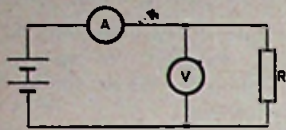

Fig.7
② De schema's van fig. 7 en 8 geven twee mogelijkheden aan om een weerstand R te meten, n.l. door spanning en stroom te meten en de afgelezen waarden op elkaar te delen. De spanningsbron is een accu van 4
- Volgens fig. 7 meet men met de stroommeter niet alleen de stroom door R, maar ook de stroom door de voltmeter. De weerstand van deze meter is op het ingestelde bereik 50.000  $\Omega$ . Is V de afgelezen spanning en J de afgelezen stroom, dan is volgens de wet van Ohm: